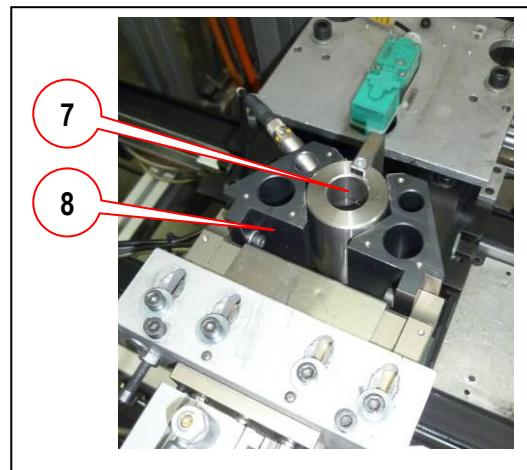

Bild 3
- Ausrichtbuchse (7) in den Greifer (8) einsetzen (**Bild 3**).